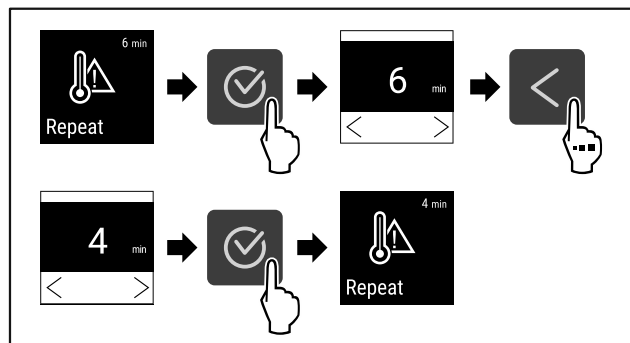

Fig. 100
- ▶ Провести етапи операцій (див. Fig. 100).